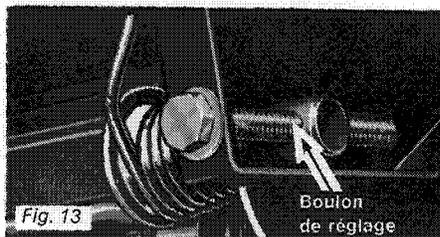

Fig. 13
1. Desserrez les deux écrous de verrouillage des boulons de réglage situés sur le côté extérieur des ressorts de suspension arrière. (Voir Fig. 13).